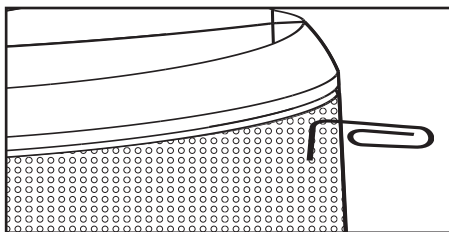

FIGURE 4
1. Separate the parts of the speaker. Remove the brackets and bracket knobs. Remove the grille by carefully hooking it with a bent paper clip and pulling it gently away from the cabinet [figure 4].
1. Retirez d'abord les boutons des supports et dégarez l'enceinte. Puis retirez la grille de l'enceinte en la soulevant délicatement à l'aide d'un trombone replié (figure 4).